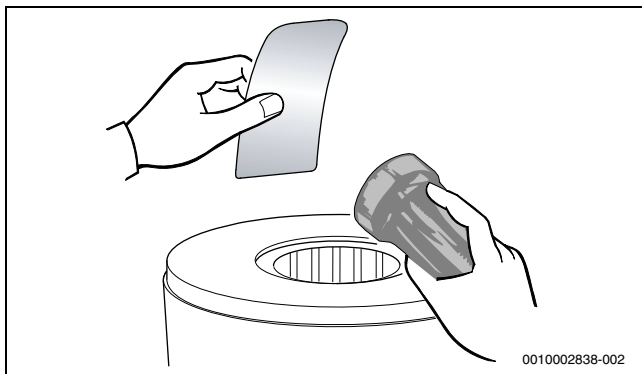

Bild 160 Wärmeblock auf Rückstände prüfen
- ▶ Wärmeblock erneut auf Rückstände prüfen (→ Bild 160).